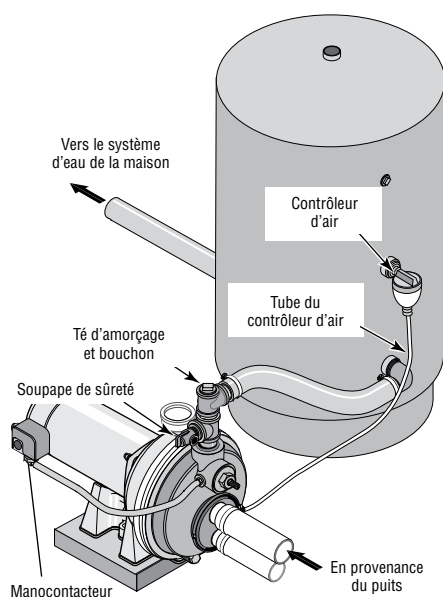

Figure 13 : Branchements sur un réservoir standard
Branchement sur un réservoir standard (Figure 13)
4. Déposer le bouchon fileté de 1/8 de pouce NPT de l'orifice du contrôleur d'air de la pompe (voir la Figure 13). Poser un tube entre l'orifice du contrôleur d'air de la pompe et l'orifice du contrôleur d'air monté sur le réservoir. Pour plus de détails, se reporter aux instructions fournies avec le réservoir et le contrôleur d'air.